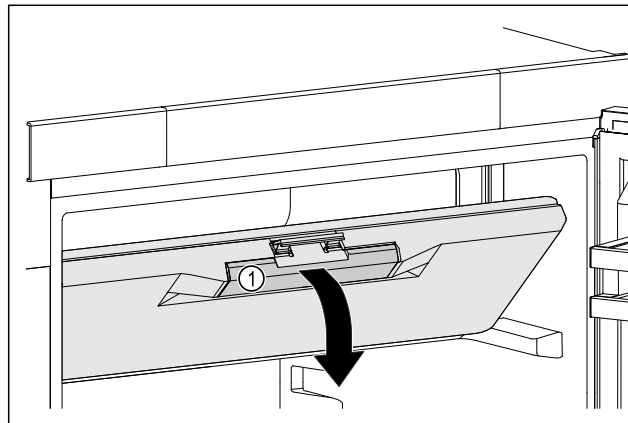

Fig. 43
- Prindeți ușa compartimentului de congelare de mânerul încadrat Fig. 43 (1).